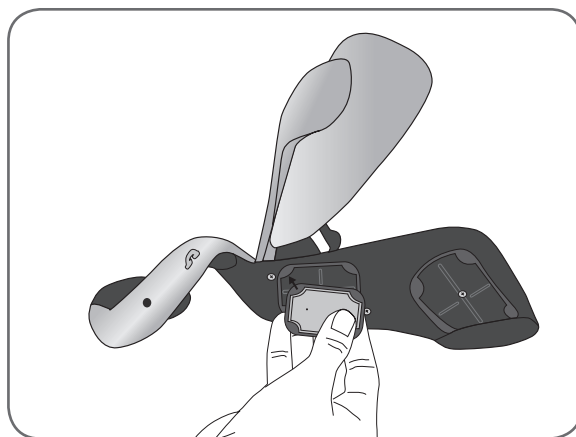

Figure 6-23 : Insertion de l'électrode en tissu n° 5 dans la base de l'électrode n° 5.
5. Pour les électrodes en tissu n° 1, n° 2, n° 4 n° et n° 5, tournez le point blanc sur l'électrode en tissu vers la base d'électrode. Insérez les angles de l'électrode en tissu dans la base d'électrode. Reportez-vous à la Figure 6-23.